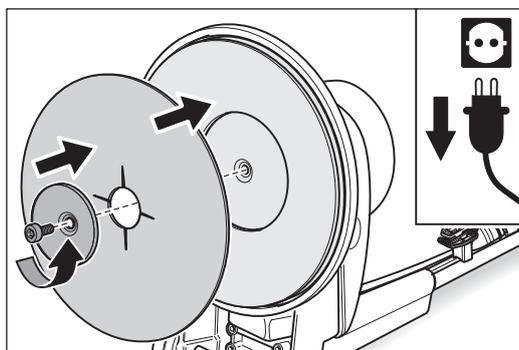

Abb. 19 Auflegen der neuen Schleifscheibe und festschrauben. Die Schraube dabei **gegen den Uhrzeigersinn drehen (Linksgewinde)**!
- 7 Legen Sie eine neue Schleifscheibe auf und stecken Sie die Befestigungsschraube mit Papierspannscheibe in den Schleifteller (Abb. 19).
- 8 Drehen Sie die Befestigungsschraube mit Hilfe des Innensechskantschlüssels **gegen den Uhrzeigersinn** in den Schleifteller (**Linksgewinde**)! Achten Sie darauf, dass die Schleifscheibe möglichst zentrisch auf dem Schleifteller befestigt wird (Abb. 19).